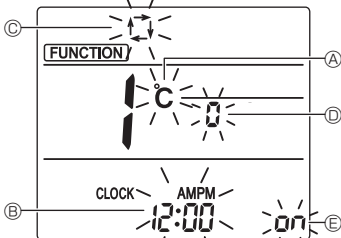

Fig. 6-6
- 3. Compruebe que se muestra la función N.º “1”, y luego pulse el botón **SET** ③.
- Se visualizará la pantalla de configuración de la visualización de Pantalla. (Fig. 6-6)
- Pulse el botón **UP** ④ para cambiar el n.º de función.
6.8.2. Cambiar la unidad de temperatura (Fig. 6-6 Ⓐ)
- Pulse el botón **TEMP** ⑤.
- Cada vez que pulse el botón **TEMP** ⑤, el ajuste cambiará de **C** a **F**.
6.8.3. Cambiar la visualización de la hora (Fig. 6-6 Ⓑ)
- Pulse el botón **TIME** ⑥.
- Cada vez que pulse el botón **TIME** ⑥, el ajuste cambiará de **12:00** a **24:00**.
6.8.4. Cambiar el modo AUTO (Fig. 6-6 Ⓒ)
- Pulse el botón **MODE** ⑦.
- Cada vez que pulse el botón **MODE** ⑦, el ajuste cambiará de **1** a **2**.
6.8.5. Cambiar el N.º de par (Fig. 6-6 Ⓓ)
- Pulse el botón **UP** ④.
- Cada vez que pulse el botón **UP** ④, cambia el N.º de par 0–3.